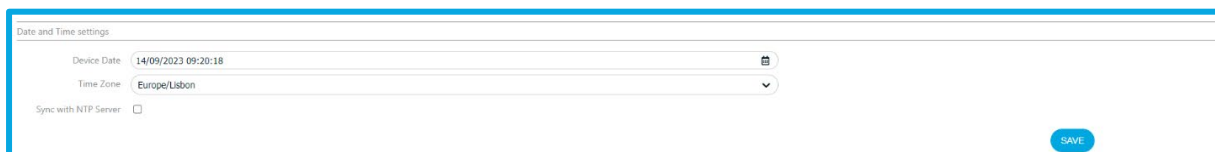
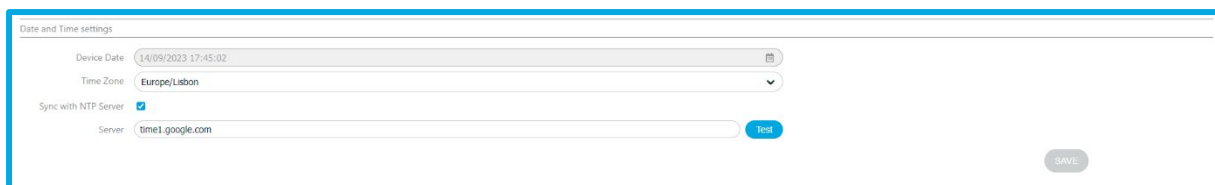

Figura 44 – Secção para configurar a data e hora com NTP desativo.
Figura 45 – Secção para configurar a data e hora com NTP ativo.
2. **Date and Time Settings:** definição da data e hora do dispositivo, manualmente ou com base no protocolo NTP. No caso de sincronizar com o servidor NTP, pode editar o campo do servidor, como se apresenta na Figura 44 e Figura 45, podendo o utilizador testar se o servidor inserido está correto antes de gravar as alterações.